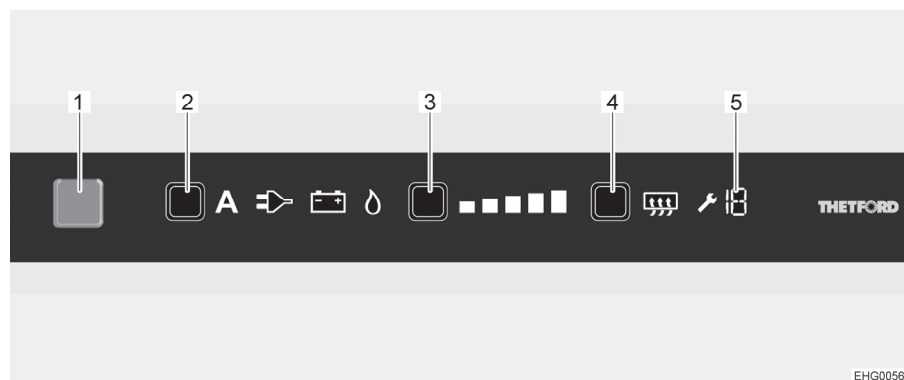

Bild 185 LCD-pekskärm
- Tryck på På/Av-knappen (Bild 185,1) i en sekund. Knappen tänds blå. Senast valda inställning visas.
- Tryck på energivalknappen (Bild 185,2) flera gånger tills önskad energikälla har valts.
- Tryck på kylnivåknappen (Bild 185,3) flera gånger tills önskad kylnivå har valts. Den aktuella kylnivån indikeras av lysande staplar.
- Tryck på På/Av-knappen (Bild 185,1) i cirka 2 sekunder. Alla lampor slocknar. Kylskåpet är avstängt.